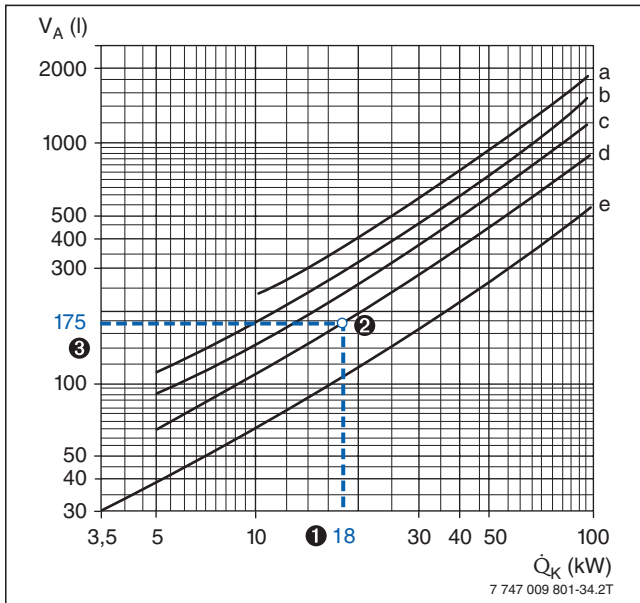

Bild 17 Anhaltswerte für den durchschnittlichen Wasserinhalt von Heizungsanlagen (nach ZVH-Richtlinie 12.02)
In Abhängigkeit von verschiedenen Parametern der Heizungsanlage lässt sich das Anlagenvolumen aus Bild 17 ablesen.
- ● Gesamtwasserinhalt der Heizungsanlage = 175 Liter (→ Bild 17, Kurve d)
Das nach Punkt 3 in Bild 17 abgelesene Anlagenvolumen muss kleiner sein als das maximal zulässige Anlagenvolumen. Wenn das nicht zutrifft, ist ein größeres Ausdehnungsgefäß zu wählen.
- ● Erforderlich ist ein AG mit 12 Litern Inhalt, weil hierfür das nach Bild 17 ermittelte Anlagenvolumen kleiner als das maximal zulässige Anlagenvolumen ist.